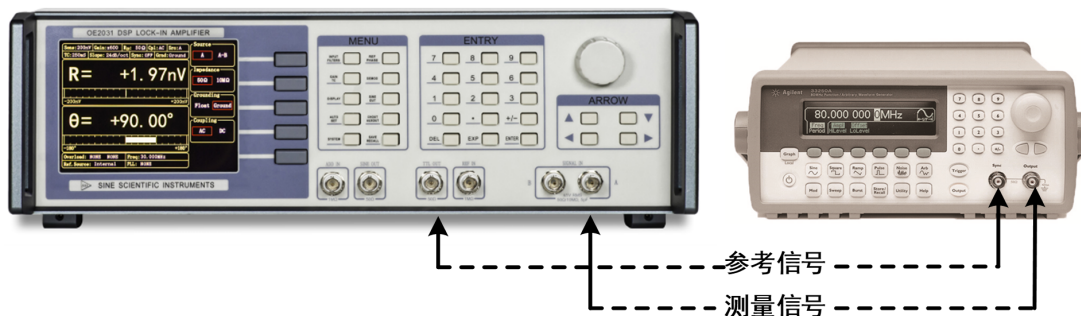

图 94. 信号线连接图
2. 用一条带 BNC 接头的信号线连接函数信号发生器的输出接口和 OE2041 前面板 SIGNAL IN 的 IN+ 接口，用另一条带 BNC 接头的信号线连接函数信号发生器的参考信号接口和前面板的 REF IN 接口，如图94所示：